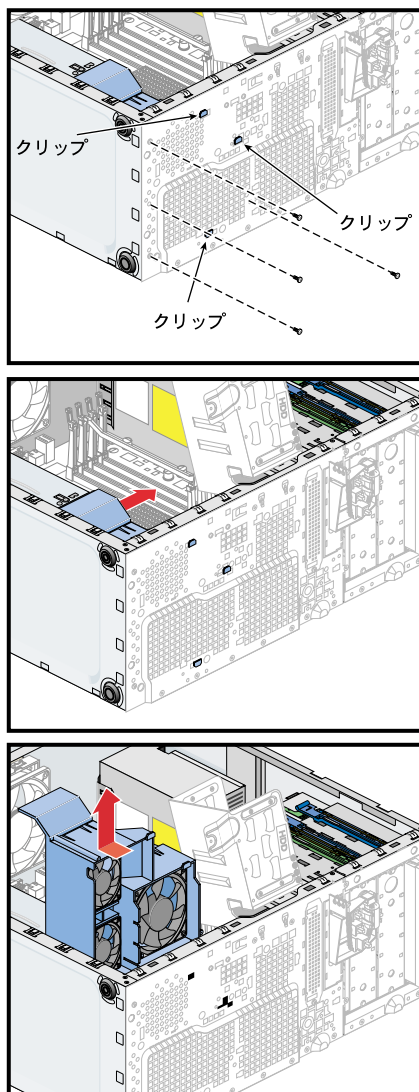

図4-44 PCIおよびグラフィック・ファン・ハウジングの取外し
6. マザーボードから PCI およびグラフィック・ファン・ワイヤ・ハーネスを取外します。図 4-44 を参照してください。
7. ハウジングを筐体の正面に固定している 3 本のねじを取外します。続いて、保持クリップが筐体の穴の位置に合うまで、ハウジングを筐体上部の方向にスライドさせます。図 4-44 を参照してください。